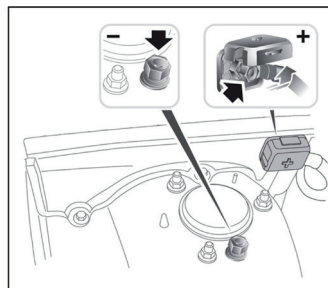

Fig. 4
**UWAGA: Nie przeprowadzać testu poprzez zaciski rozrusznika.** W przypadku modeli, które montują akumulator pod siedzeniem lub w bagażniku producent zazwyczaj umieszcza pod maską zaciski złącza rozrusznika (rys. 4), aby ułatwić rozruch. Aby jednak zagwarantować dokładność danych i bezpieczeństwo pracy, **NIE PODŁĄCZAĆ TESTERA DO MIEJSC ROZRUCHU.**